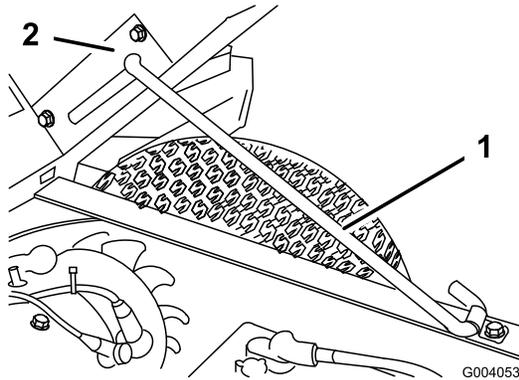

図 27
2. プロップ・ロッドを固定スロットにはめ込んで荷台を固定する (図 27)。